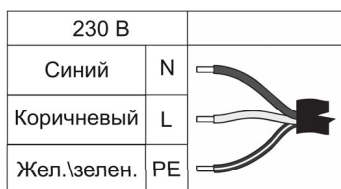

Рисунок 2. Схема подключения питания.
4.4 Произвести подключение светильника согласно электрической схеме (рисунок 2). Соединение светильника с питающим кабелем должно быть выполнено способом, обеспечивающим герметичность (коробка, кабельная муфта и пр.).